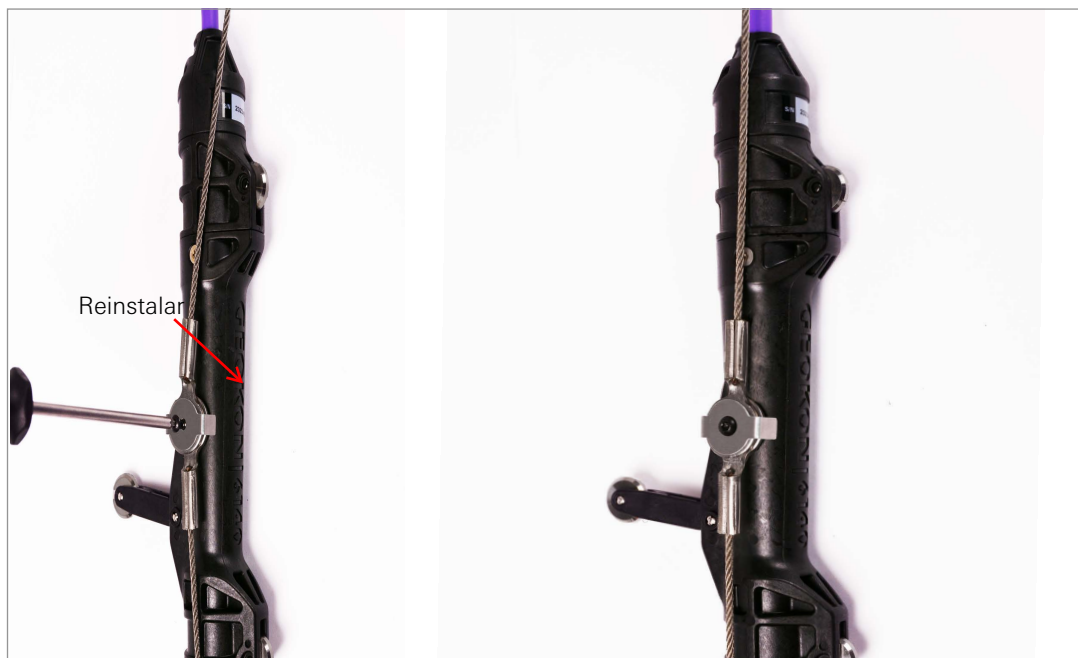

FIGURA 12: Ojales de cable aeronáutico asegurados, conexión de cable aeronáutico completa
- c. Asegure ambos ojales al sensor superior reinstalando el tornillo y la arandela. La Figura 12 muestra la conexión completada.